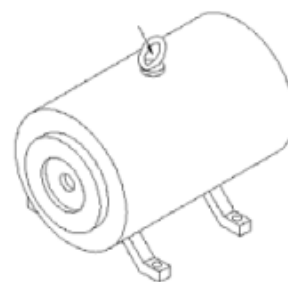

Рис. 2-80
(6) Места подъема двигателя подъема (Рис. 2-80)